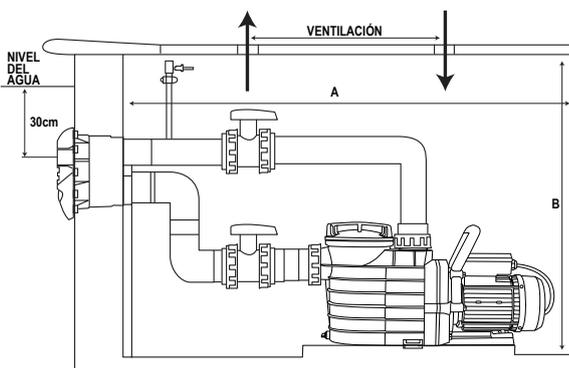

Figura 15
Antes de la instalación, es necesario tener en cuenta las proporciones del espacio en donde se desea colocar el KIT y la motobomba, asegurándose que tenga una buena ventilación y que tenga espacio suficiente para realizar la maniobra de revisión y mantenimiento (ver figura 15).
**Proporciones mínimas recomendadas necesarias para la instalación del conjunt KIT y motobomba (ver figura 15).**